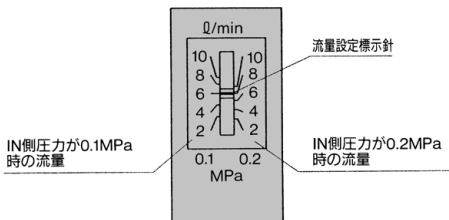

図1. 窓銘板
- 窓銘板 (図1参照) の目盛は目安です。正確な設定はフロースイッチの2次側に流量計を取付けて、設定してください。